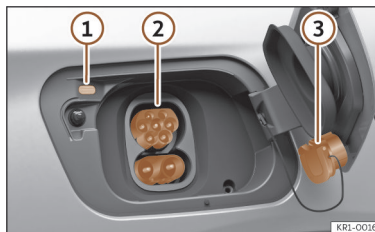

Abb. 58 Hinter der Batterieladeklappe hinten rechts: Ladedose.
- Entfernen Sie die Schutzkappe und hängen Sie diese in den Haken. >>> (Abb. 58) ③
- Stecken Sie den Ladestecker der Ladestation in die Ladedose. >>> (Abb. 58) ②
Die LED (Ladevorgangsanzeige) an der Ladedose blinkt oder blitzt weiß. >>> (Abb. 58) ①
Die Ladevorgangsanzeige an der Ladedose blinkt grün >>> (Abb. 58) ①.
- Tippen Sie auf dem Bildschirm des Infotainment-Systems auf die Funktionsfläche **Laden stoppen**. Die neben der Ladedose befindliche Ladevorgangsanzeige leuchtet weiß auf >>> (Abb. 58) ①. Der Ladestecker ist entriegelt.
- Setzen Sie die Schutzkappe auf den unteren Anschluss der Ladedose. >>> (Abb. 58) ③